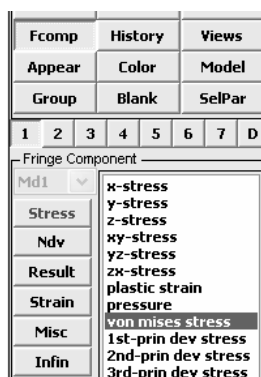
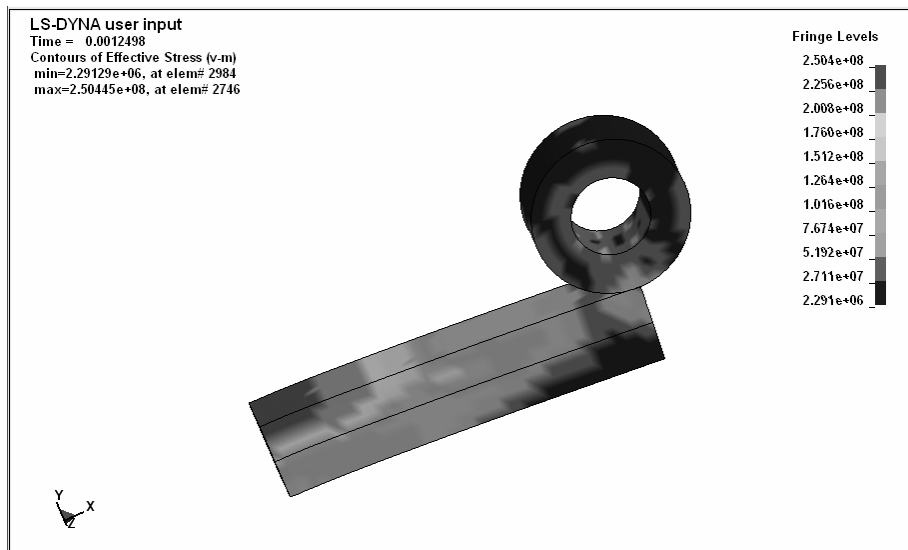

图 2-196 “Fcomp”按钮与“Fringe Component”窗口
图 2-197 操作界面
(7) 单击操作界面右上方的“Fcomp”按钮，出现“Fringe Component”窗口（见图 2-196）。单击“Fringe Component”窗口左侧的“Stress”按钮，再单击“Fringe Component”窗口右侧的“von misses stress”，可以观看撞击过程中 A、B 两杆中应力的变化（当然，这里需要打开播放动画，见图 2-197）。